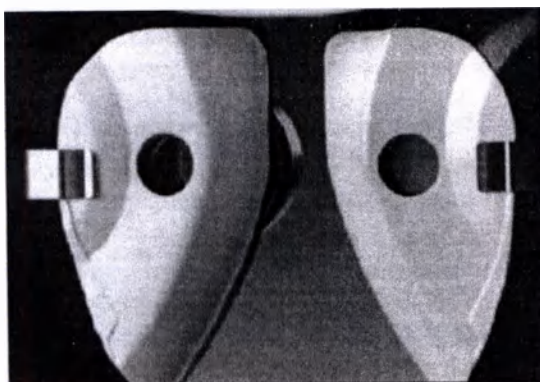

Рисунок 2 - Лицевой экран в рабочем положении
1) Крепление лицевых экранов (См. рисунок 2, ниже)